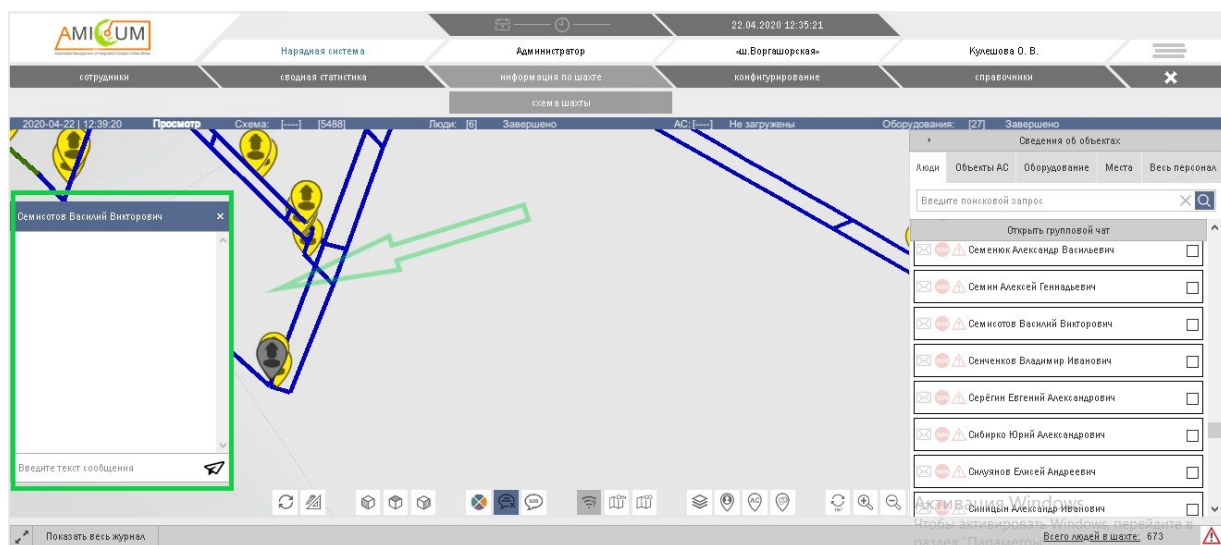

Рисунок 33. Чат
- открыть чат. Отправка текстового сообщения работнику (рисунок 33);